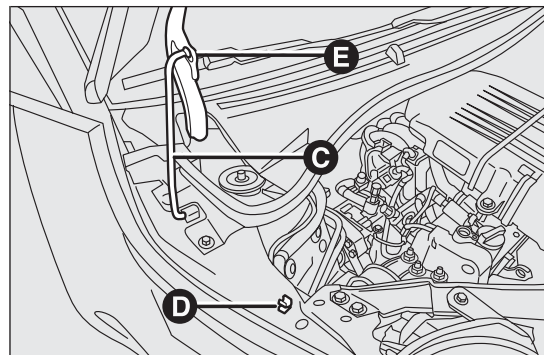

fig. 61
- soulever le capot et libérer en même temps la béquille d'appui C fig. 61 de son dispositif de blocage D, puis introduire l'extrémité de la béquille dans le logement E du capot moteur (orifice large) et pousser en position de sécurité (orifice étroit), comme indiqué sur le schéma.
- d'une main, tenir le capot soulevé et de l'autre, enlever la béquille C fig. 61 du logement E et la remettre dans son dispositif de blocage D